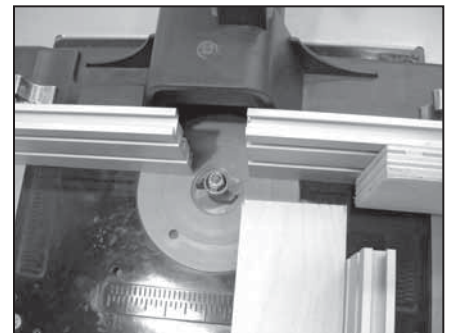

Figure 24
3. Placer la jauge à onglets dans la fente. Placer la pièce contre la jauge à onglets et utiliser le côté entrée du guide comme butée d'arrêt pour la profondeur de la coupe. La face en aluminium de la jauge à onglets doit être ajustée de manière à ne pas entrer en contact avec le foret de la toupie. Voir la figure 24.